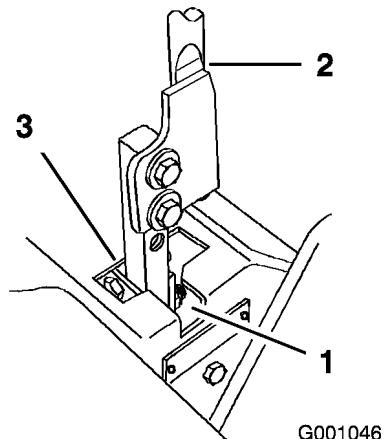

Figure 52
5. Placez le levier au point mort, sans le verrouiller (Figure 52).
7. Vérifiez la position du levier par rapport au cran de la console (Figure 52). Il doit être centré de façon à pouvoir pivoter vers l'extérieur jusqu'à la position de verrouillage du point mort.